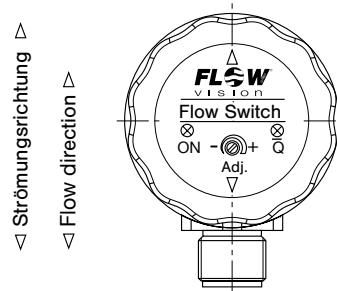

Fig. 4
Die beiden Messfühler (S) müssen im eingebauten Zustand nebeneinander im Medium liegen. Dies ist der Fall, wenn die Schlüsselansatzflächen (F) parallel zur Rohrleitung stehen (siehe Fig. 3) und die Markierung auf der Frontplatte mit der Strömungsrichtung übereinstimmt (siehe Fig. 4).
The two sensors (S) on the flow monitor must be aligned side by side directly across the direction of flow. The sensors are correctly positioned when the wrench flats (F) are aligned parallel with the pipe (see fig. 3) and the marking on the front matches the flow direction (see fig. 4).
Die beiden Messfühler (S) müssen im eingebauten Zustand nebeneinander in der Strömung liegen. Dies ist der Fall, wenn die Schlüsselansatzflächen (F) parallel zur Rohrleitung stehen (siehe Fig. 5) und die Markierung auf der Frontplatte mit der Strömungsrichtung übereinstimmt (siehe Fig. 4).
The two sensors (S) on the flow monitor must be aligned side by side directly across the direction of flow. The sensors are correctly positioned when the wrench flats (F) are aligned parallel with the pipe (see fig. 5) and the marking on the front matches the flow direction (see fig. 4).